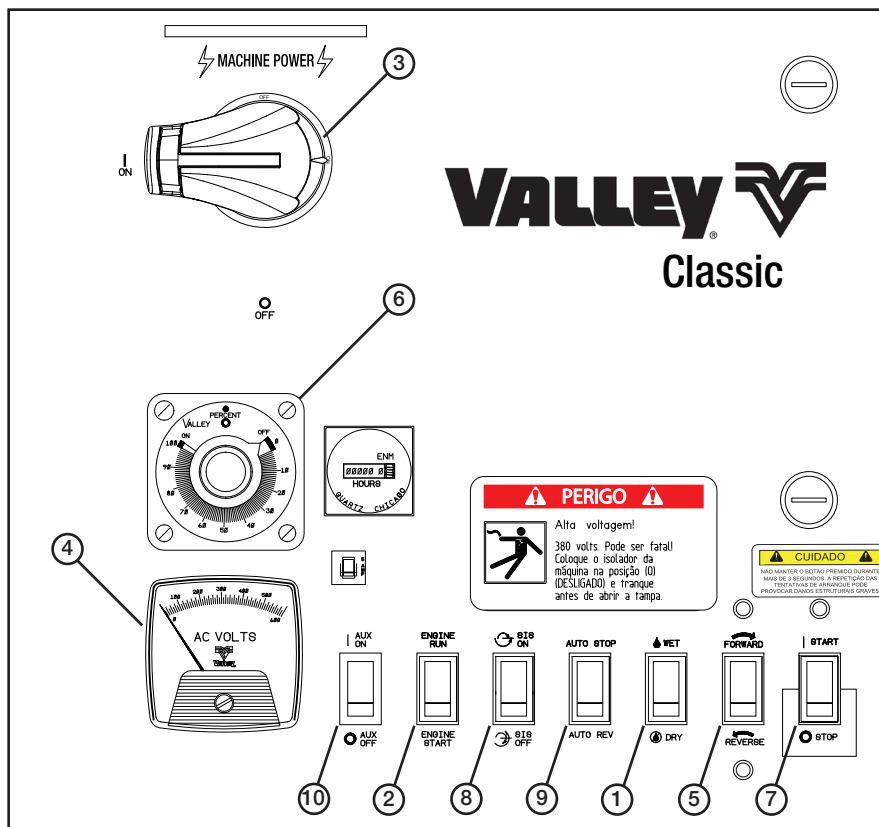

Figura 27-1
2. Colocar o interruptor WET/ DRY (Húmido/Seco) na posição DRY (Seco), para inibir o interruptor de baixa pressão. Ver a figura 27-1.
3. Se se utilizar um circuito opcional de encerramento do motor, colocar o interruptor Engine RUN/START (Funcionamento/Arranque do Motor) na posição START (Arranque). Ver a figura 27-1.
7. Colocar o seccionador principal do painel de comando na posição ON (Sim). Ver a figura 27-1.
Se a alimentação for fornecida por um gerador acionado por motor, ajustar as RPM do gerador até que o voltímetro tenha uma leitura de 460 – 505 volts. NÃO EXCEDER OS 505 VOLTS. Ver a figura 27-1.
8. Colocar o interruptor WET/DRY (Húmido/Seco) na posição WET (Húmido). Ver a figura 27-1.
9. Colocar o interruptor FORWARD/REVERSE (Avanço/Inversão) na posição FORWARD (Avanço) ou REVERSE (Inversão). Ver a figura 27-1.
10. Ajustar o temporizador percentual para a definição de velocidade pretendida. Ver a figura 27-1.
11. Manter o interruptor START/STOP (Arranque/Paragem) na posição START (Arranque) durante 3 segundos e soltar. A máquina deve arrancar. Ver a figura 27-1.
12. Colocar o interruptor Engine RUN/START (Funcionamento/Arranque do Motor) na posição RUN (Funcionamento). Ver a figura 27-1.
13. Se a máquina estiver equipada com o mecanismo opcional de paragem na posição, colocar o interruptor SIS ON/OFF (Paragem na posição ligada/desligada) na posição pretendida. Ver a figura 27-1.
14. Se a máquina estiver equipada com inversão automática/paragem automática, colocar o interruptor AUTO REVERSE/AUTO STOP (Inversão automática/Paragem automática) na posição pretendida. Ver a figura 27-1.
15. Se a máquina estiver equipada com o interruptor opcional Auxiliary ON/OFF (Ligar/Desligar auxiliar) para controlar uma operação ou dispositivo, colocar o interruptor Auxiliary ON/OFF (Ligar/Desligar auxiliar) na posição pretendida. Ver a figura 27-1.